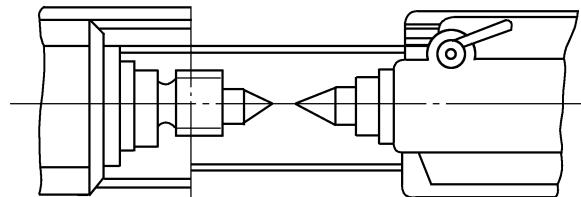
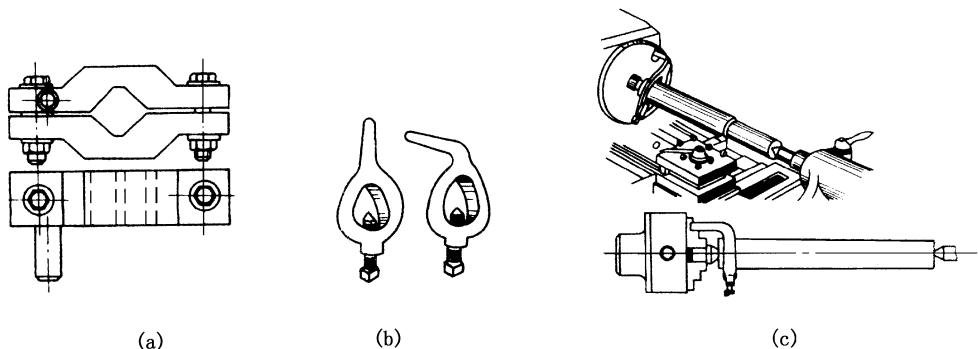

图 3-37 尾座与主轴对准中心
图 3-38 用鸡心夹头装夹工作
(1) 后顶尖的装夹和对准中心，即要求先擦净顶尖锥柄和尾座锥孔，然后用轴向力把顶尖装紧，接着向车头方向移动尾座，对准前顶尖中心，如图3-37所示。
(2) 根据工件长度，调整尾座距离，并紧固。
(3) 用对分夹头(图3-38(a))或鸡心夹头(图3-38(b))夹紧工件一端，拨杆
伸向端外（图3-38（c）），因两顶尖对工件只起定心和支撑作用，必须通过对分夹头或鸡心夹头来带动工件旋转。